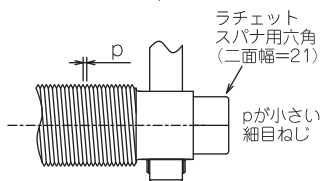

図3 ねじのピッチ：p
③ねじは締め付け力の大きいしかも戻りにくい細目ねじ（自動締り）を使用しております。（図3をご参照ください）
⑧ねじ頭部にラチェットスパナ用六角（二面幅=21）を設けてあります。狭い場所での作業時ハンドルを外してご使用になれます。（図3をご参照ください）